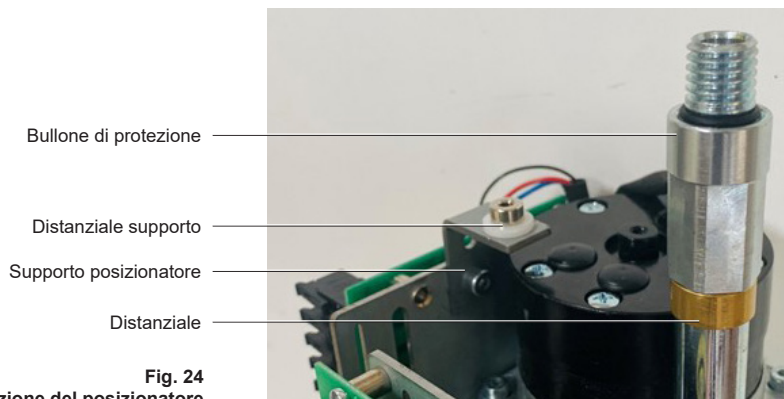

Fig. 24
- Fissare il supporto del posizionatore alla placca principale servendosi del perno in dotazione (Fig. 24)